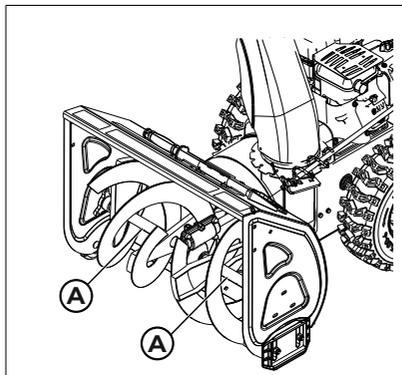

Рис. 37
- Смажьте узел вала шнека (рис. 37, поз. А) смазкой в точках смазки (при наличии).